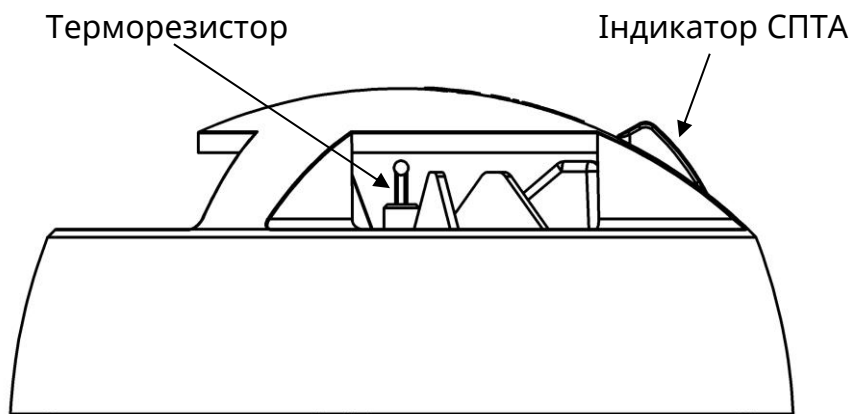

Рисунок 2 – Вигляд СПТА збоку
4.3 Для індикації режимів роботи та стану СПТА використовуються світлодіодні індикатори, об'єднані одним світлопроводом, вмонтованим в кришку (рис.2):